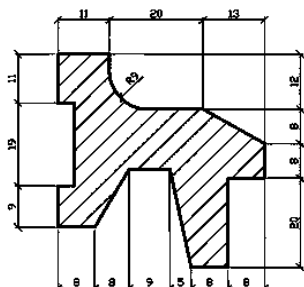

Рисунок 11.3 – Образующая детали
Задание. Создать тело способом вращения образующей (рис. 11.3).
1) В плоскости XY построить часть поперечного сечения детали, которая в дальнейшем будет принята в качестве образующей (рис. 11.3). При вычерчивании пользоваться командами *Дуга* (Arc), *Отрезок* (Line) и *Сопряжение* (Fillet).